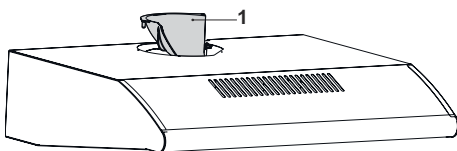

Fig. 17
3. ➔ Afmontere luftstrøm beslaget i enhættens Fig. 17.